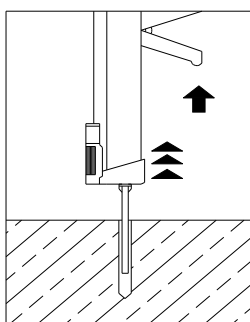

Fig. 10
- Injecteer met behulp van het mortelpatroon TIHI-HY 150 de mortel gemengd met verharder in het geboorde gat. Spuit het gat voor 2/3 vol (Fig. 10).